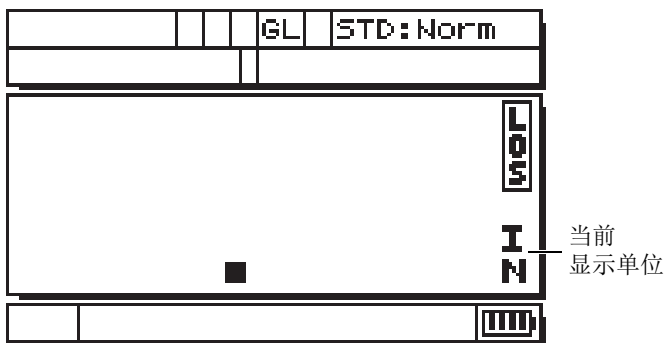

图 4-2 零位屏幕
4. 按 [2nd F], [CAL ZERO] (Do-ZERO)（第二功能，校准零位，零位补偿）键。测厚仪显示零位值，然后显示测量屏幕（参见第 29 页的图 4-2）。